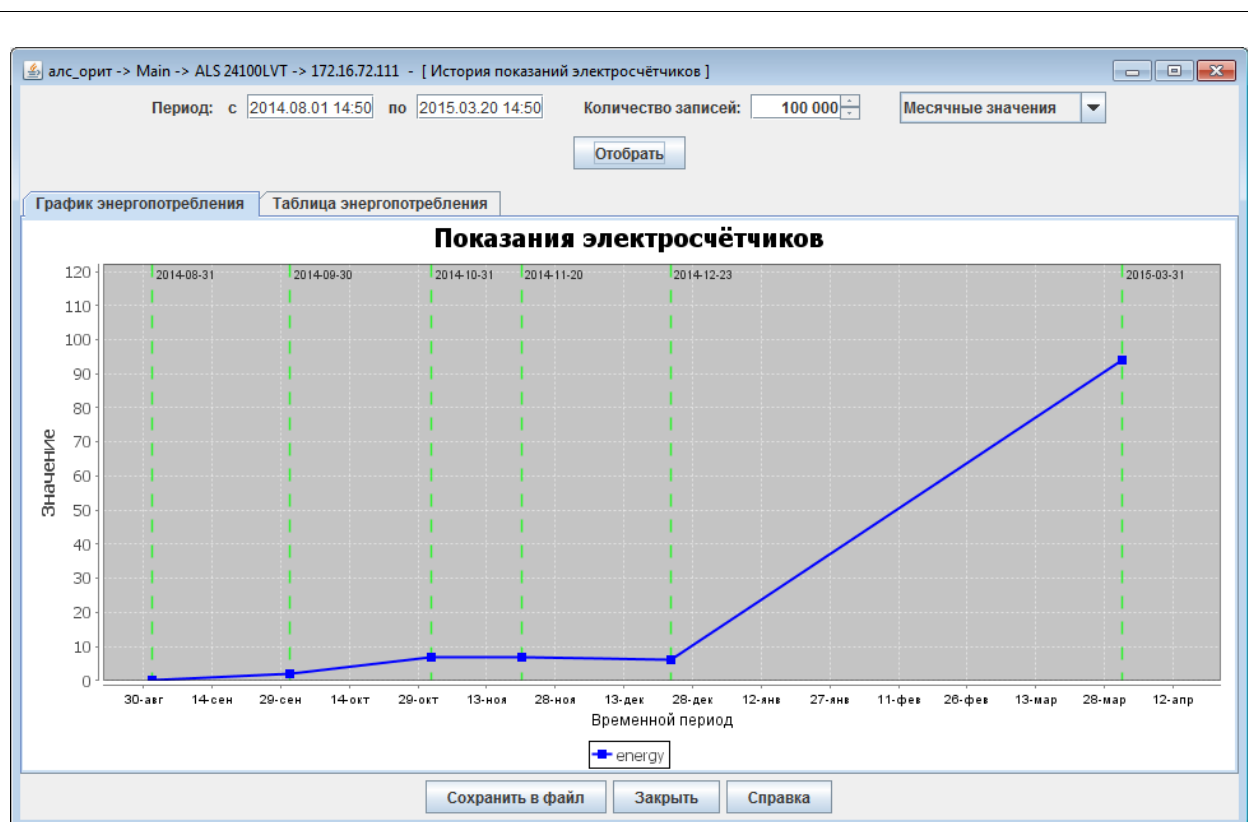

Рис. 130 Вывод месячных значений
- месячные значения — выбираются все месячные значения за указанный период времени, то есть каждому месяцу соответствует одна запись. Удобно для рассмотрения энергопотребления в течении одного года (Рис. 130 Вывод месячных значений).